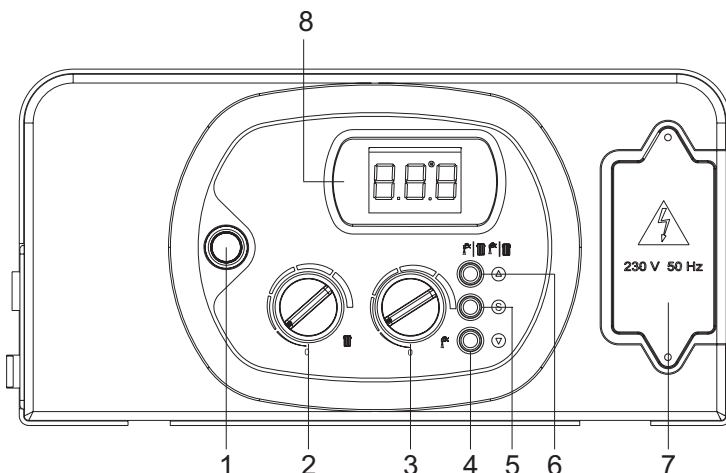

fig.23
- Appuyer sur le bouton poussoir 1 marche/arrêt (marche). (fig.23)
Pour commuter la chaudière sur « ÉTÉ », agir sur la touche 6 (fig.23) et sélectionner ainsi la fonction sanitaire. En mode “ ÉTÉ ”, le symbole  s'allume sur l'afficheur du tableau de commande.
Pour commuter la chaudière sur « HIVER », agir sur la touche 6 (fig.23) et sélectionner ainsi la fonction chauffage. En mode “HIVER”, le symbole  s'allume sur l'afficheur du tableau de commande.
Pour commuter la chaudière en fonctionnement ÉTÉ-HIVER, agir sur la touche 6 (fig.23) et sélectionner la fonction chauffage/eau chaude sanitaire. Le fonctionnement ÉTÉ-HIVER se reconnaît à l'allumage simultané des symboles  sur l'afficheur du tableau de commande.
Le réglage de la température s'effectue au moyen du bouton 2 (fig.23) :
Le réglage de la température s'effectue au moyen du bouton 3 (fig.23) :